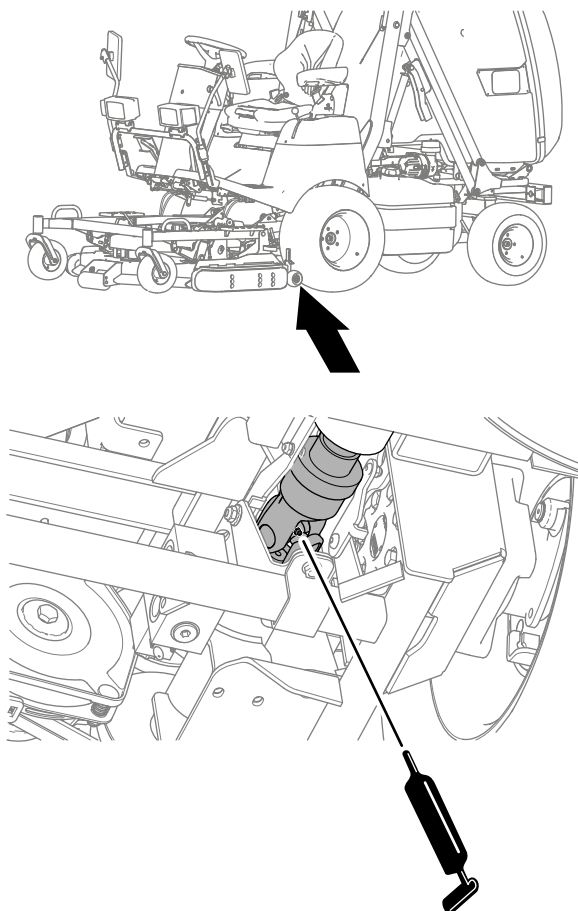

Рисунок 53
- Задняя крестовина карданного вала механизма отбора мощности (Рисунок 53)